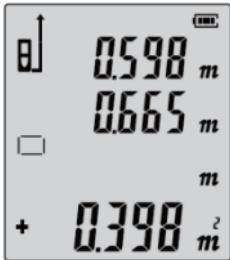

Bild2
Betätigen Sie die „+“-Taste (2) und führen Sie die zweite Flächenmessung durch (Bild 2).